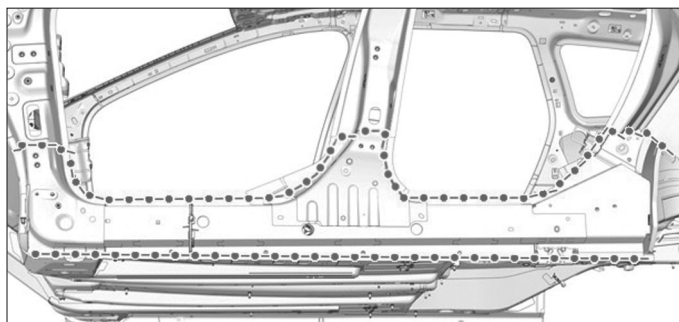
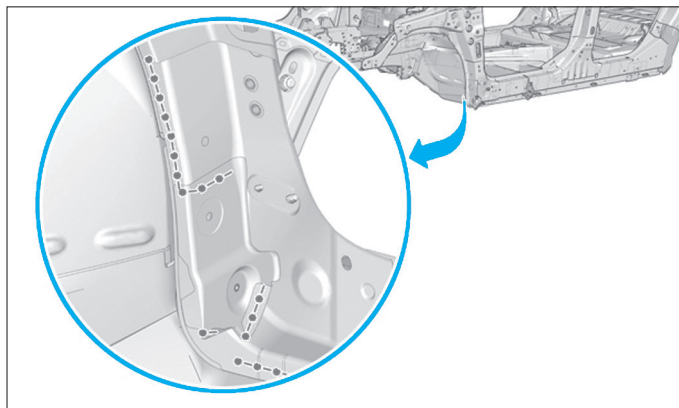

FIG. 110
FIG. 111
- Préparer les zones d'accostage des pièces à assembler (Fig.110) et (Fig.111).